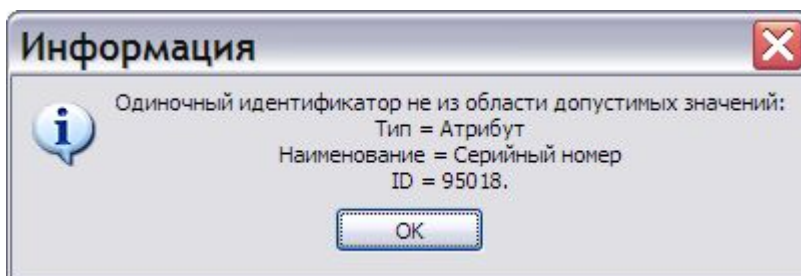

Рис. 10.60
2. Нажмите на кнопку **Описание ошибки**, после этого появится окно с информацией о некорректной применимости (Рис. 10.60).